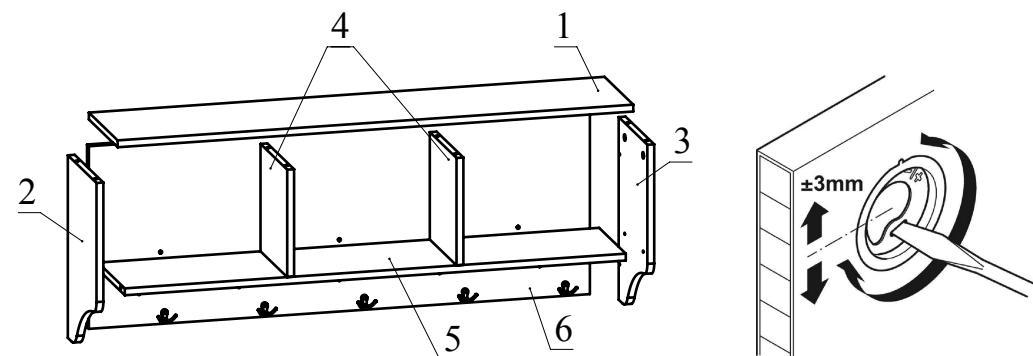

Рис.4
- Установите детали 4 (2шт.) на деталь 5 и затяните головки минификс (Рис. 4).
- Установите деталь 2 на деталь 5 и затяните головки минификс (Рис. 4).
- Установите деталь 1 на детали 2, 4 и затяните головки минификс (Рис. 4).
- Установите деталь 6 на детали 2, 4, 5 и затяните головки минификс. Соедините деталь 1 с полученной сборкой. Установите деталь 3 на детали 1, 5, 6 и затяните головки минификс (Рис. 4).